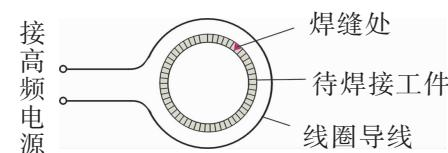

图 2-3
5. 图 2-3 是高频焊接技术的原理示意图。线圈中通有高频交变电流时，放在圈中待焊接的金属工件中就产生感应电流。由于焊缝处的接触电阻很大，放出的热量很多，致使温度升得很高，将金属熔化，完成焊接。自行车车架的焊接通常就是采用这种焊接